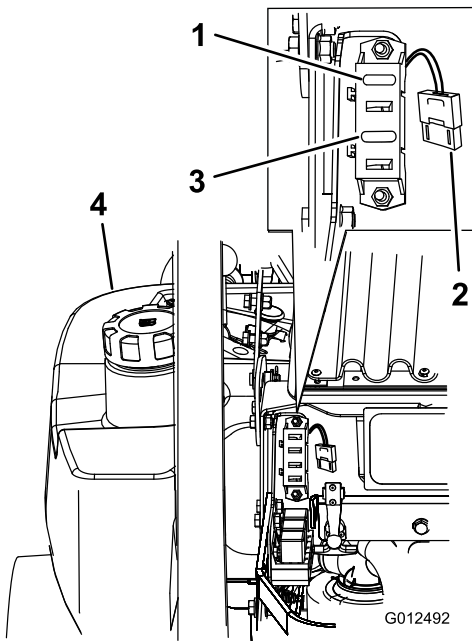

Figure 48
1. Déverrouillez et soulevez le capot pour accéder au porte-fusibles (Figure 48).
3. Remplacez le fusible (Figure 48).